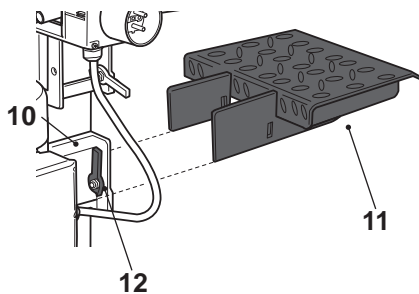
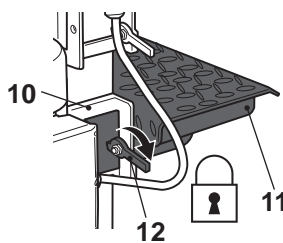

Fig. 7d
Fig. 7e
- > Insérez la table [11] par l'avant dans les supports respectifs [10] (Fig. 7d) et verrouillez-la en rabaisant les barres de verrouillage [12] à l'horizontale (Fig. 7e).